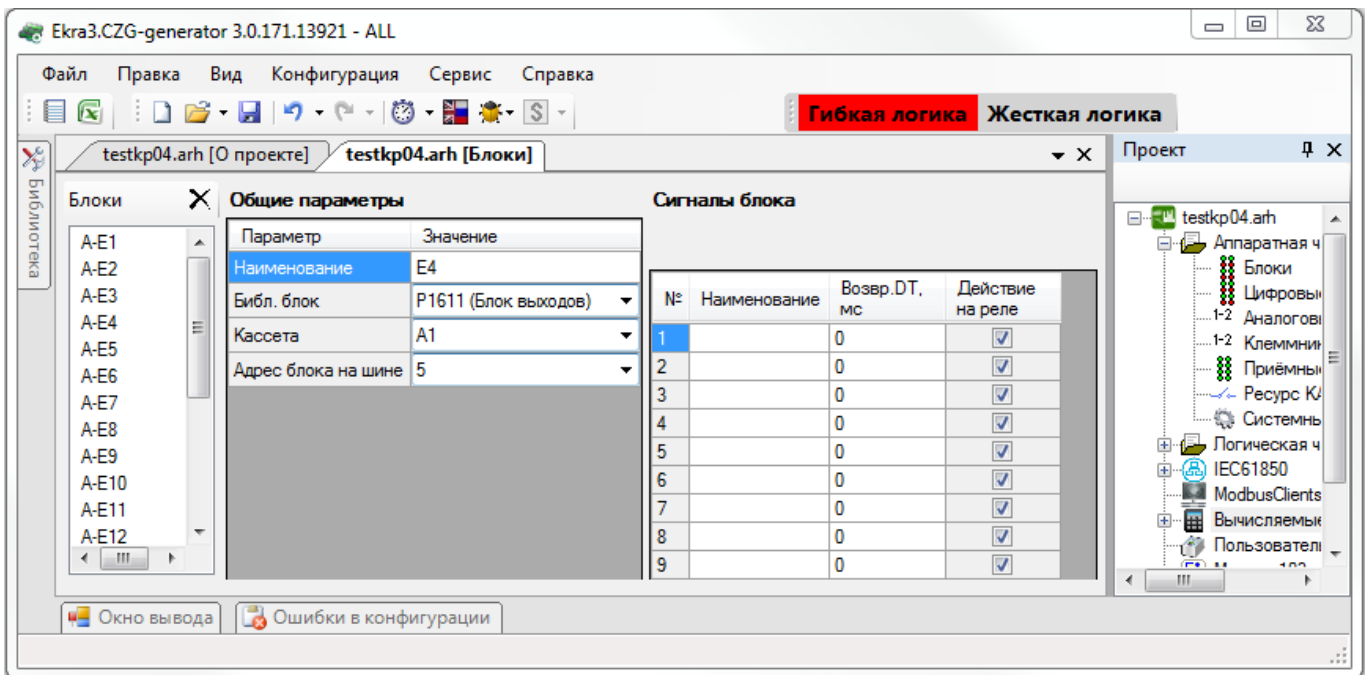

Рисунок 3.22
3.4.1.3.11 Блок выходов (Блок дискретных выходов) (см. рисунок 3.22)